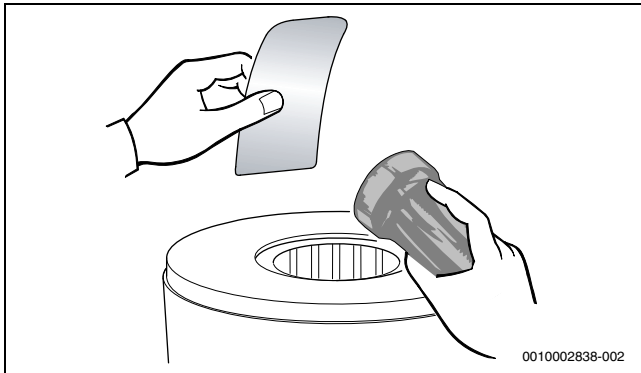

Bild 68 Wärmeblock auf Rückstände prüfen
- ▶ Wärmeblock erneut auf Rückstände prüfen (→ Bild 68).